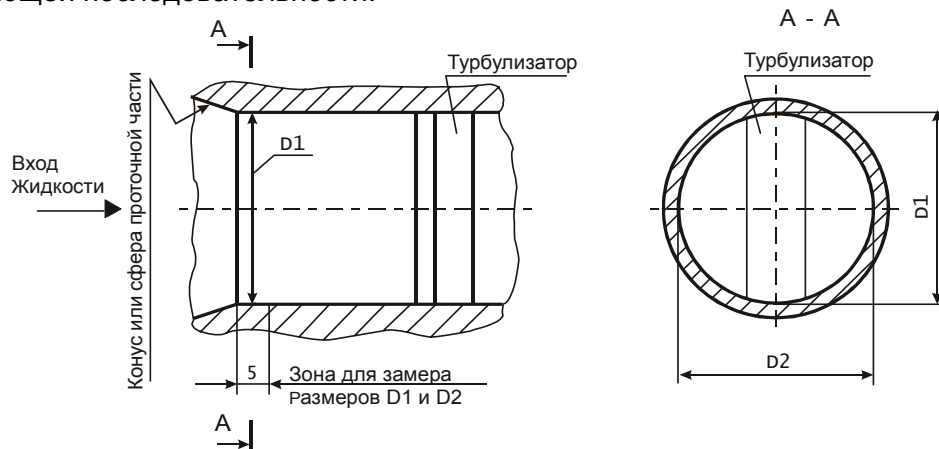

Рисунок 8.1
8.9.2.1 Проводят измерение проточной части преобразователя в соответствии с рис.8.1 в следующей последовательности: